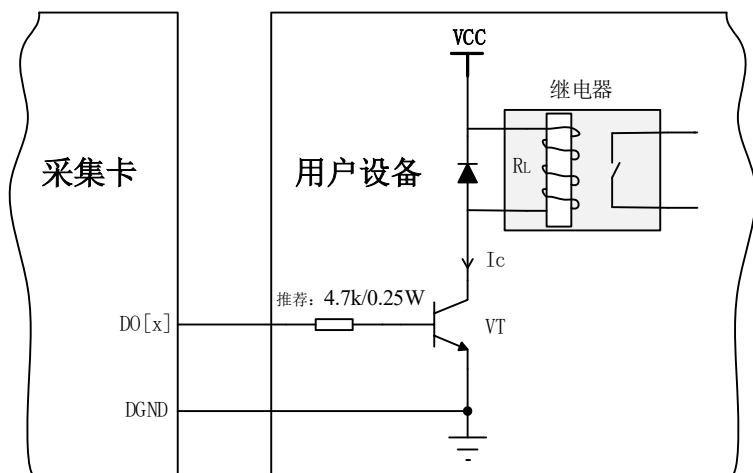

图 7-4-2 DO 数字量控制继电器电路
- 如果将 PFI 或 DIO 配置为输出状态，请了解连接到这些信号的负载的电流要求。不要超过设备指定的电流输出限制；本公司为需要高电流驱动的数字应用提供了多种解决方案，例如图 7-4-2 所示方案用以实现驱动 24V 继电器。
当用户需驱动高电压或大电流设备时（比如 24V 继电器），需要用户自行设计外围驱动电路，可使用三极管驱动方式，如图 7-4-2， $I_c \approx V_{CC}/R_L$ （ $R_L$  为继电器内阻），用户使用时一定要注意  $I_c$  要小于三极管 VT 的最大集电极电流。